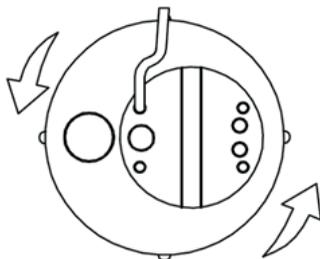

Fig.2 ¡PRECAUCIÓN! SIEMPRE SIGA LAS NORMAS DE SEGURIDAD
3. Observe atentamente el retroceso al arrancar, mirando la bomba desde arriba. Si el sentido de rotación es correcto, la tapa superior girará en sentido antihorario como lo indican las flechas en el dibujo (Fig.2).